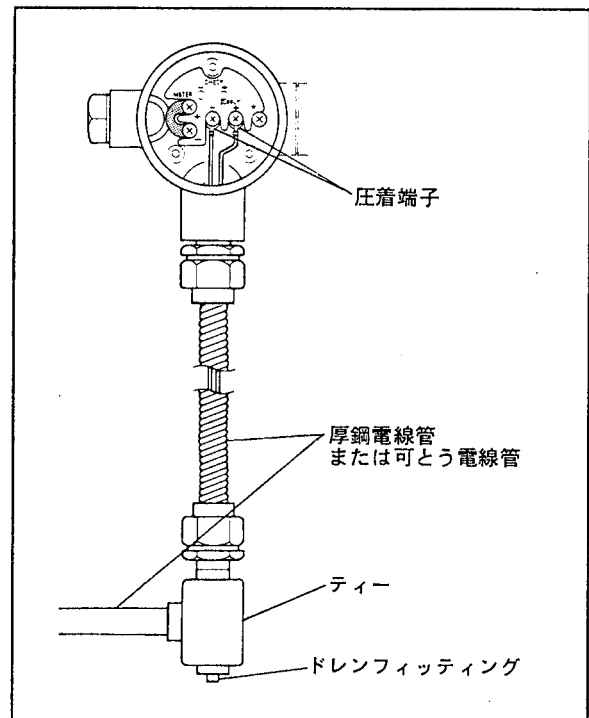
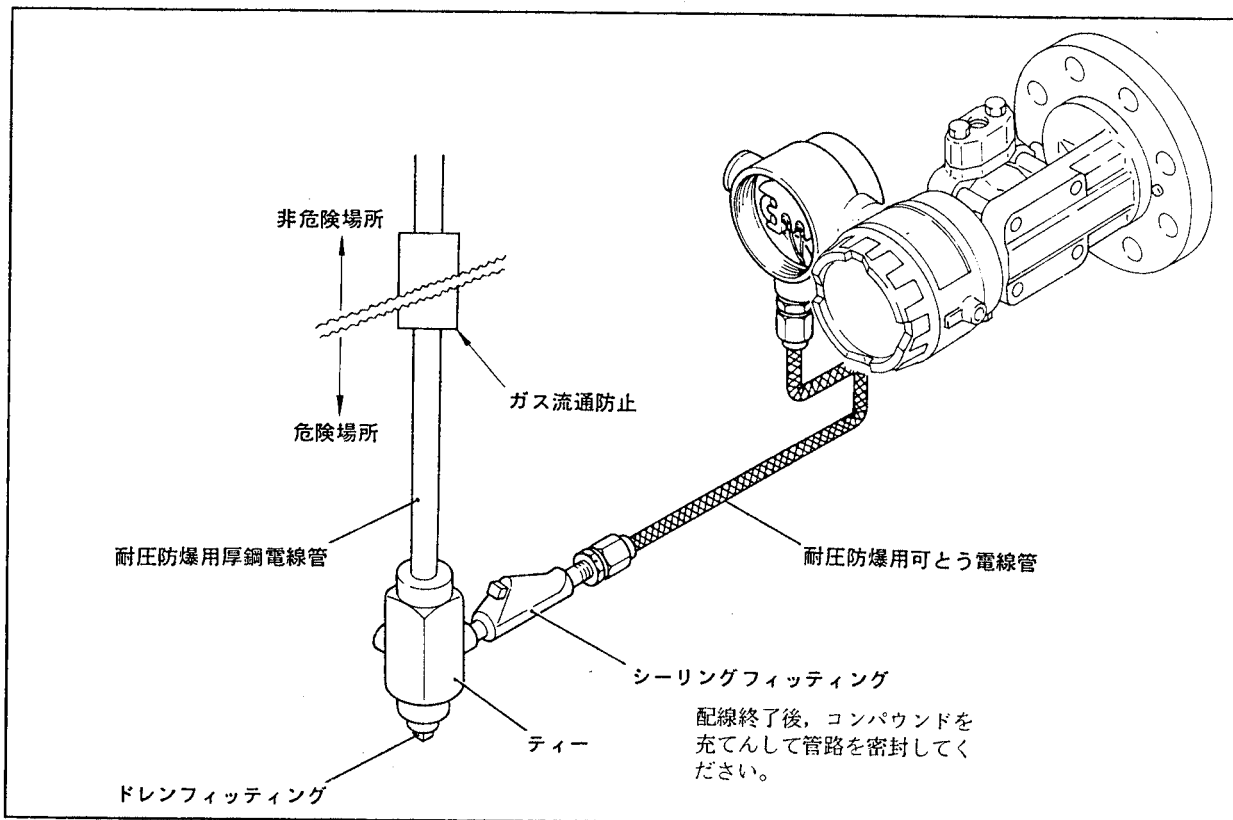

図4.6 電線管を用いた配線（一般形の場合）
図 4.8 耐圧防爆金属管工事
- (3) 電線の端末は絶縁スリーブ付き圧着端子（4 mm ねじ用）を推奨します。
- (4) 防水あるいは電線の外傷保護等のために、電線管とダクトを用いて配線することを推奨します（図4.6参照）。耐圧特殊防爆形の外部配線は、耐圧防爆性を有する金属管工事（図4.8参照）または当社製の耐圧パッキン用アダプタを用いたケーブル工事を行なってください（巻頭の「耐圧防爆構造の計器についての注意事項」を参照）。
- (5) ケーブル工事に使用する耐圧パッキン用アダプタ（付加仕様）の取付けは、以下の要領で行なってください。